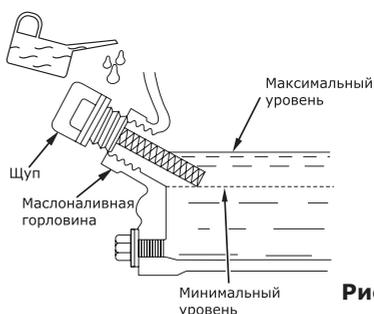

Рис. 5
- Залейте масло до нужного уровня по меткам на щупе или краю маслосаливной горловины (рис. 5).